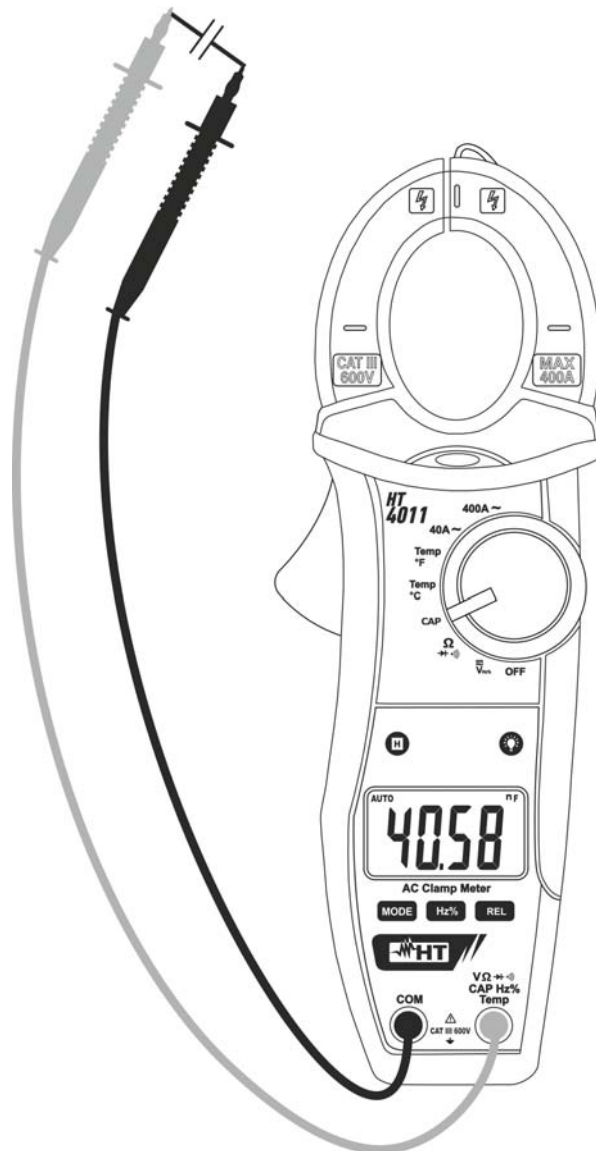

Fig. 8: Uso della pinza per misura di Capacità
3. Posizionare i puntali nei punti desiderati del circuito in esame (vedere Fig. 8). Il valore della capacità è mostrato a display